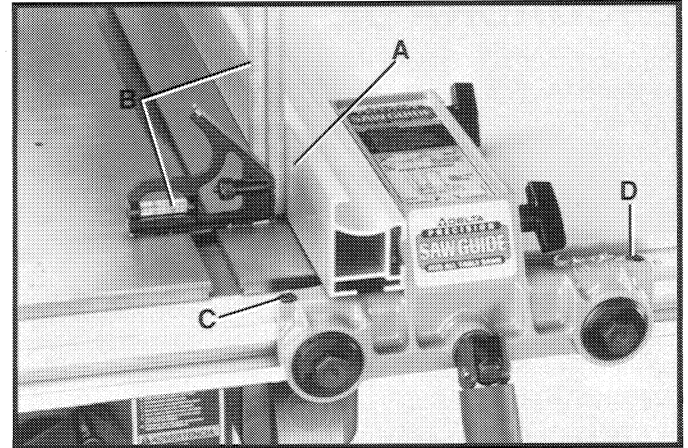

Fig. 76
La guía debe ajustarse de tal manera que la cara de la guía (A) Fig. 76 esté a 90 grados de la mesa. Para revisar si la guía se encuentra a 90 grados de la mesa, coloque una escuadra (B) sobre la mesa con un extremo de la escuadra contra la guía, como se ilustra. Si resulta necesario hacer cualquier ajuste, apriete o afloje uno de los dos tornillos (C) o (D) hasta que la guía quede a 90 grados de la mesa. **IMPORTANTE: SE REQUIERE UN MOVIMIENTO MINIMO DE LOS TAPONES DE AJUSTE (C) Y (D) PARA EFECTUAR ESTE AJUSTE.**